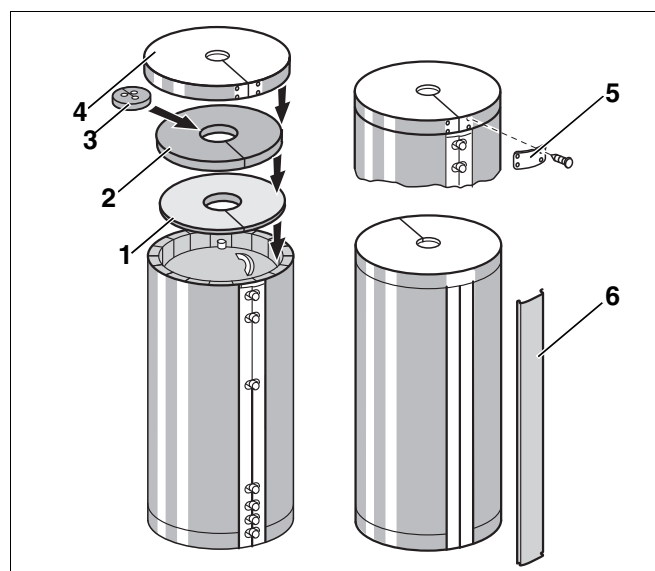

Рис.10 Монтаж теплоизоляции (схематическое изображение)
- ▶ Прижмите соединительную планку (рис. 10, [6]) на передней стороне над замыкающей рейкой теплоизоляционного мата.
- ▶ Уложите верхние теплоизоляционные круги (рис. 10, [1 и 2]) так, чтобы более толстый круг (рис. 10, [2]) накрывал теплоизоляционный мат.
- ▶ Вставьте закладную деталь (рис. 10, [3]) с вырезами для подключений бака.
- ▶ Наденьте крышку бака (рис. 10, [4]) на теплоизоляционный круг и на край теплоизоляционного мата.
- ▶ Закройте разрез на крышке накладкой и закрепите её четырьмя штифтами (рис. 10, [5]).